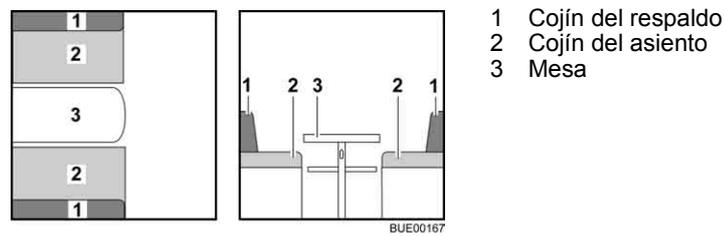

Fig. 70 Antes de la transformación
- Transformar la mesa (Fig. 70,3) en base de cama (véase apartado 6.11).